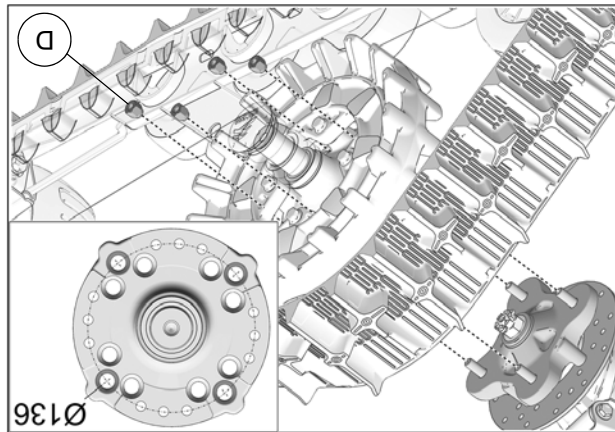

Fig. 11
10. Fixer le système de traction au moyeu de roue arrière. Utilisez le cercle de perçage de Ø136 mm et les écrous de roue M10 (D) fournis. Voir la Fig. 11